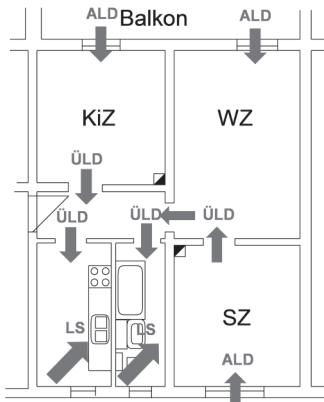

Abb. 5.5.6.2-1: Wohnung MFH – Schachtlüftung (schematisch)
Schachtlüftung als Variante der freien Lüftung wird im Standardfall für reduzierte Lüftung ausgelegt. Bei der Schachtlüftung werden alle Aufenthaltsräume mit ALD für die Nachströmung von Außenluft ausgestattet, während alle Feuchträume an Lüftungsschächte (LS) angebunden werden (schematisch in Abb. 5.5.6.2-1). Die Überströmung zwischen den Räumen innerhalb der Wohnung wird durch ÜLD sichergestellt.